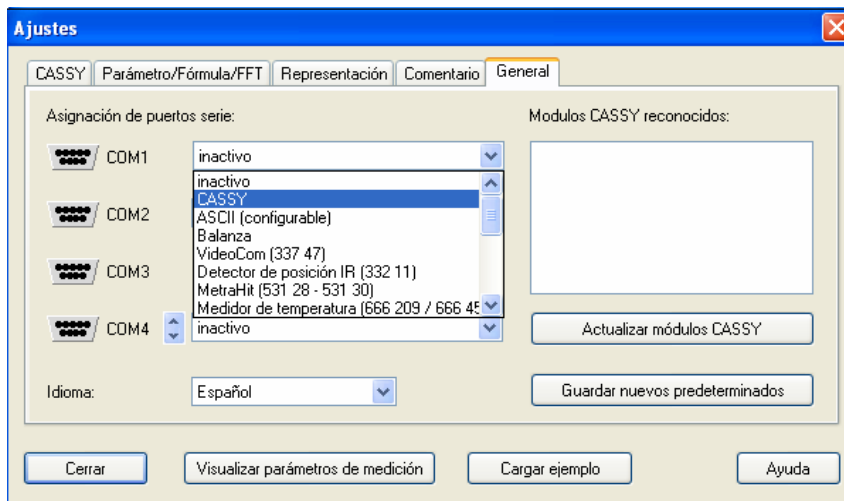

Figura 2 Fuente: LD Didactic
6. En la ventana de ajustes y en la pestaña General se activa el sensor CASSY con un clic, como se muestra en la figura 2